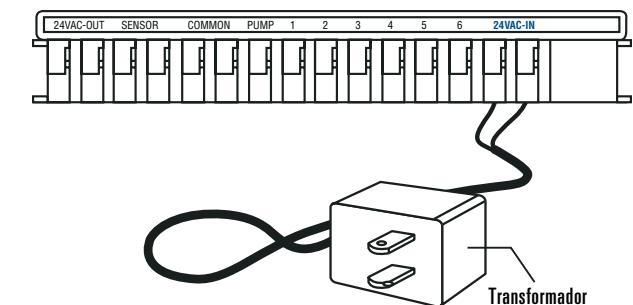

Ilustración 25: Conexión del transformador
- Sin la tapa, busque los dos orificios terminales marcados como "24VAC IN". [Ilustración 25]